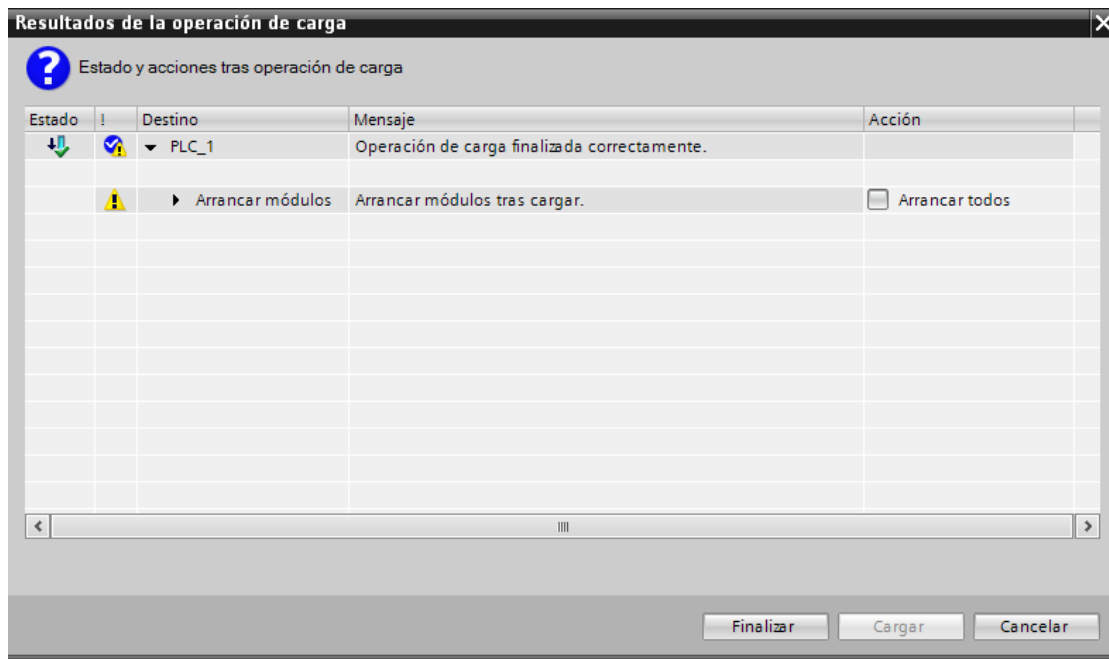

Figura 30. Ventana de resultados de la operación de carga.
34. Al finalizar de cargar deberá aparecer la ventana que se muestra en la Figura 30. La acción "Arrancar todos" es para que el PLC se coloque en modo RUN, por lo que active esa casilla y luego presione "Finalizar".